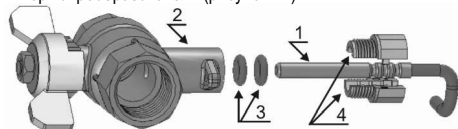

Рисунок 14 - Вариант установки термосопротивления в шаровый кран
Рисунок 13 - Вариант установки термосопротивления в тройник - термопреобразователь (1) монтируется в специальный шаровый кран (2) с отверстием под термопреобразователь (рисунок 14).
- в установочный карман шарового крана (2) помещают два уплотнительных кольца (3);
- термопреобразователь (1) помещают в пластмассовый адаптер (4), состоящий из двух частей, желобки на термопреобразователе должны совпасть с желобками на адаптере (рисунок 14);